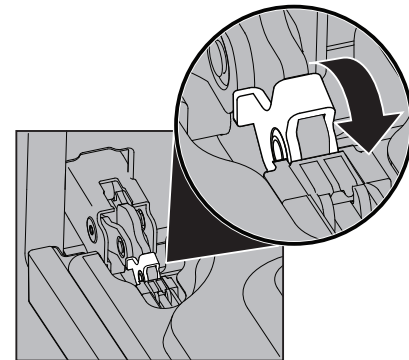
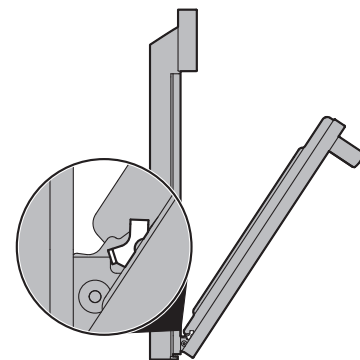

Figure 10: Serrure de charnière de porte
Figure 11: Position de retrait
2. Tirez vers l'avant le verrou situé sur chaque support de charnière du four jusqu'à ce que le verrou s'arrête. Vous devrez peut-être appliquer une petite pression vers le haut sur le verrou pour le tirer vers le haut (Figure 10 et Figure 11).
2. Tenez la porte du four au même angle que pour le retrait. Insérez avec précaution les leviers de charnière dans le cadre du four jusqu'à ce que vous sentiez que les leviers de charnière sont logés dans les encoches de charnière. Les bras de charnière doivent être entièrement insérés dans les encoches de charnière avant que la porte du four ne puisse être complètement ouverte. (Figure 11).